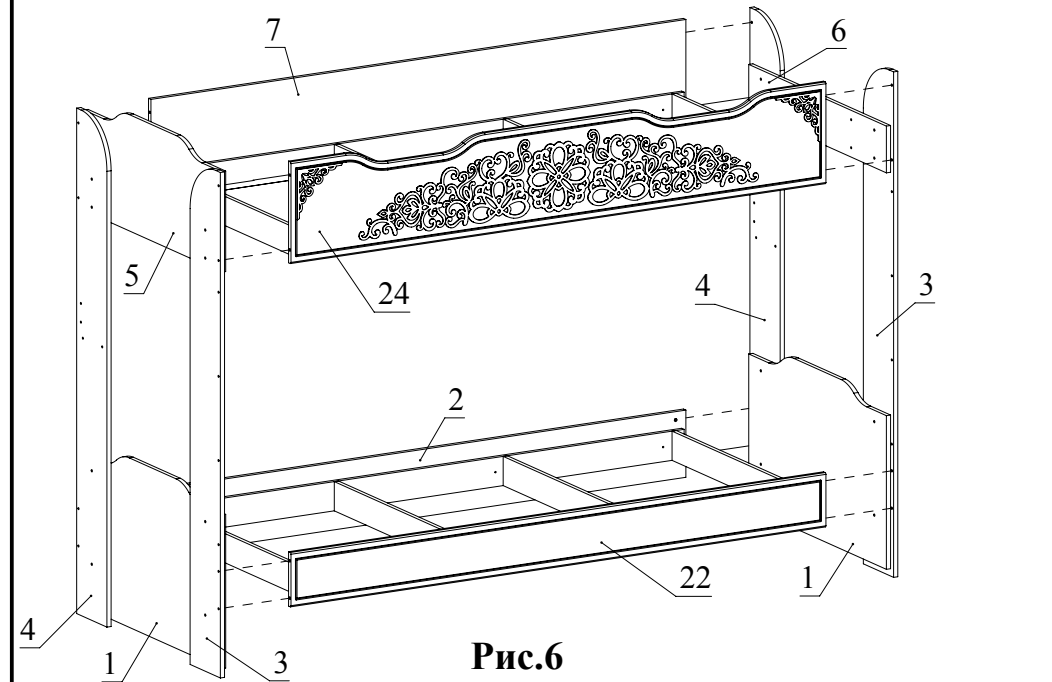

Рис.6
7. Стянуть при помощи винтов М6x60 детали 22, 2 с деталями 1; детали 7, 24 - с деталью 5. Соединить при помощи стяжек винтовых М6 деталь 6 с деталями 3, 4 (Рис. 6).